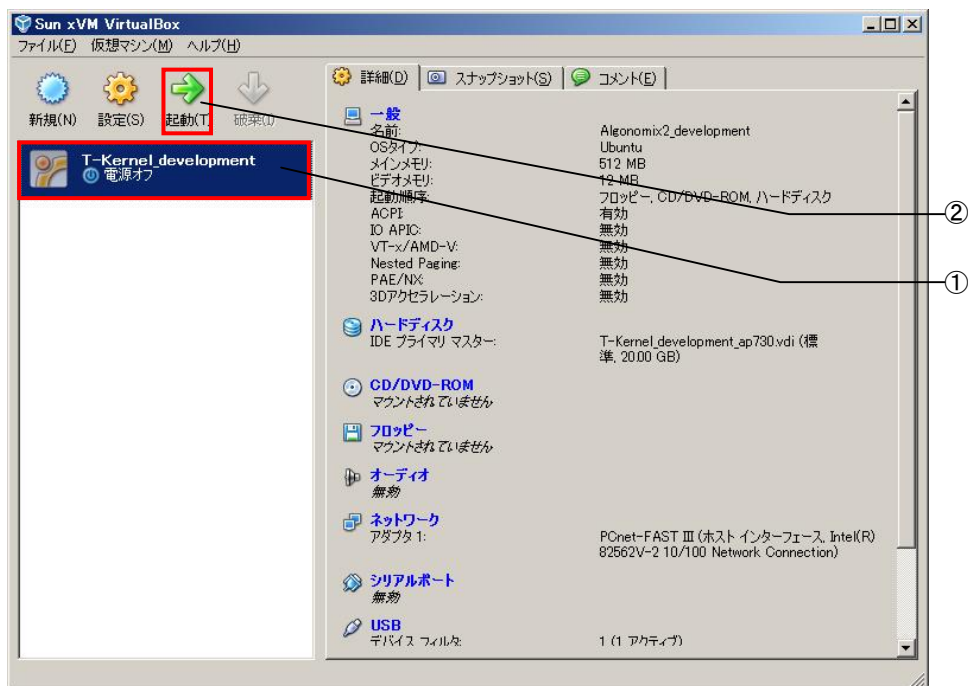

図 2-2-5-1. 仮想マシンの起動
- ③ Ubuntu が起動し、図 2-2-5-2 のような仮想マシンのユーザー名、パスワード入力画面が表示されます。